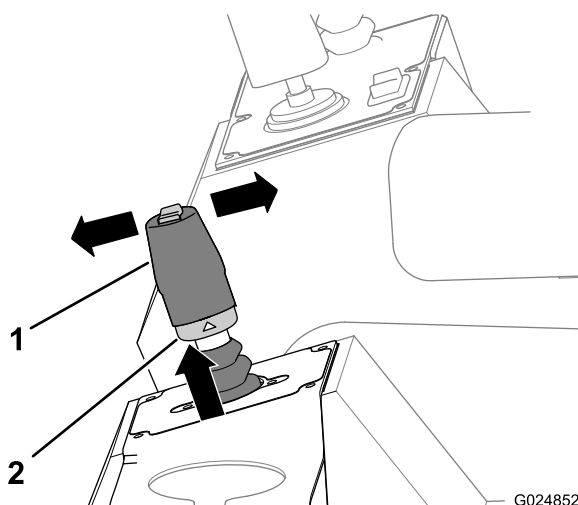

Figura 42
2. Levante o anel de bloqueio que está na parte inferior da manopla do joystick (Figura 42).
- Mova a alavanca para frente (no sentido da dianteira da máquina) para conduzir a máquina para frente (Figura 42).
- Mova a alavanca para trás (no sentido da traseira da máquina) para conduzir a máquina em ré (Figura 42).
4. Solte o anel de bloqueio e a alavanca (Figura 42).
5. Retorne a alavanca para a posição Neutro para parar a máquina (Figura 42).